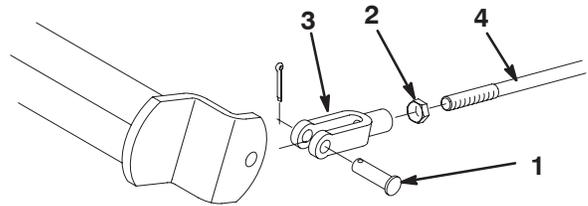

Bild 49
2. Lösen Sie die Klemmmutter und stellen Sie den Lastösenbolzen entsprechend ein (Bild 49).
3. Bringen Sie den Lastösenbolzen am Bremsbügel an (Bild 49).